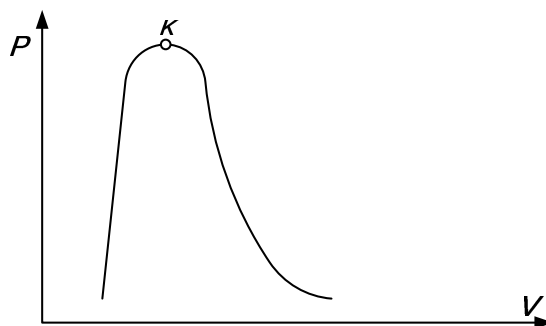

Рис. 3
16. Укажите на  $p, v$ -диаграмме (рис. 3) область влажного насыщенного пара, область перегретого пара, кривую, где жидкость находится в кипящем состоянии, и кривую, где тело находится в состоянии сухого насыщенного пара.